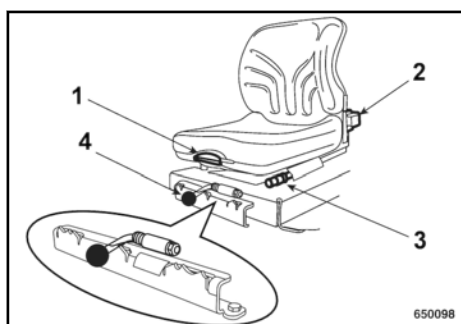

Fig. 46
Alzar la palanca (1) ➞ Fig. 46 y ajustar el respaldo.